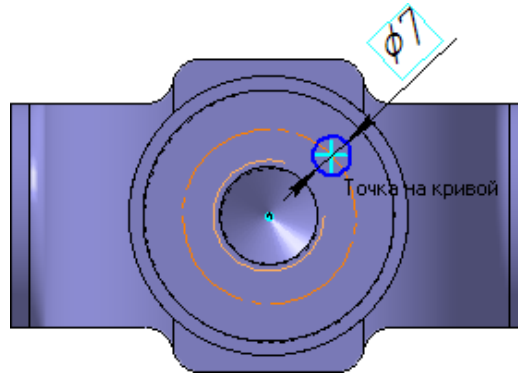

Рисунок 69.
- Укажите окружность, затем укажите положение размерной линии и присвойте размеру значение 7 мм (на следующих рисунках прочие размеры условно не показаны) (рис. 69).